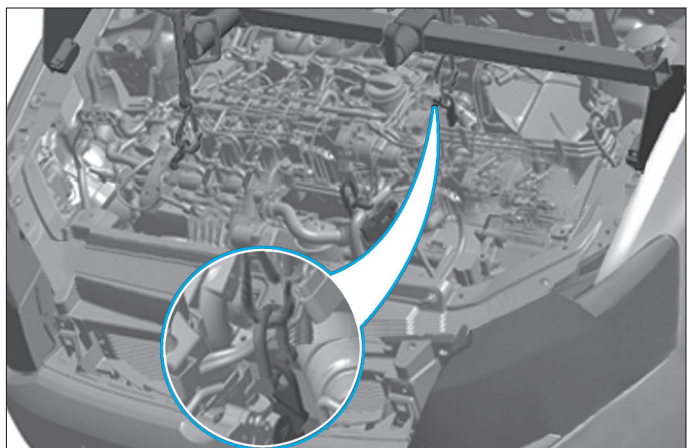

FIG. 6
- Débrancher le connecteur (5) du vase d'expansion.
- Mettre en place un dispositif de soutènement (Fig.6).